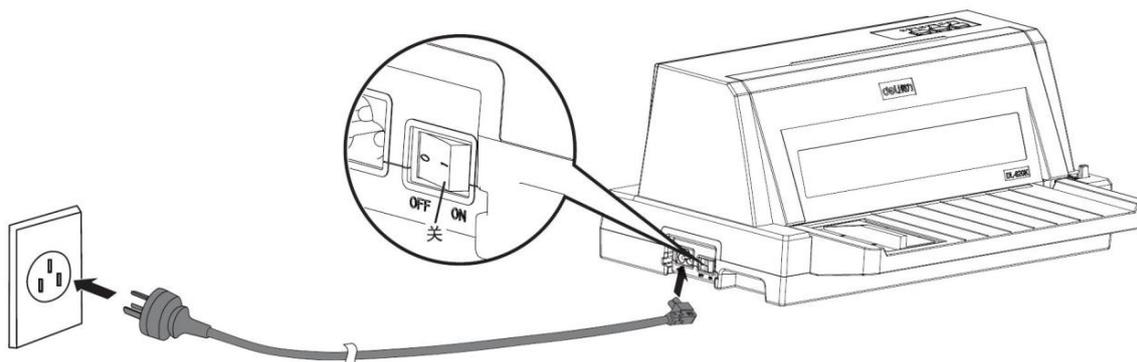

图 8
- 1) 如图 8 所示, 将电源线的一端插进打印机的电源插口, 将电源线的另一端插进带地线的电源插座。